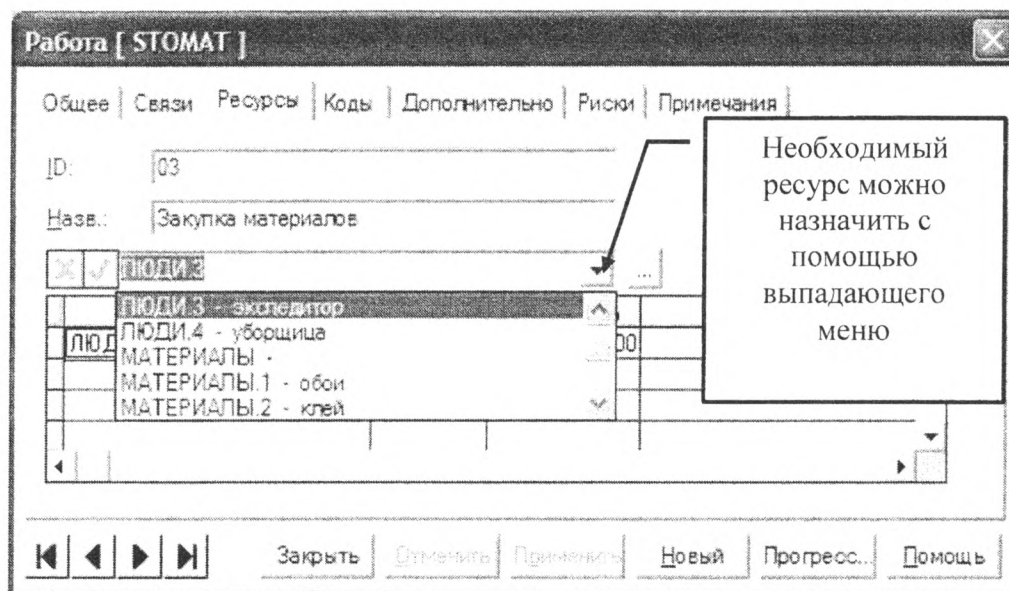

Рис. 34. Закладка Ресурсы
4. После этого на экране появится диалоговое окно **Работа**, в котором выберите вкладку **Ресурсы** (рис. 34).